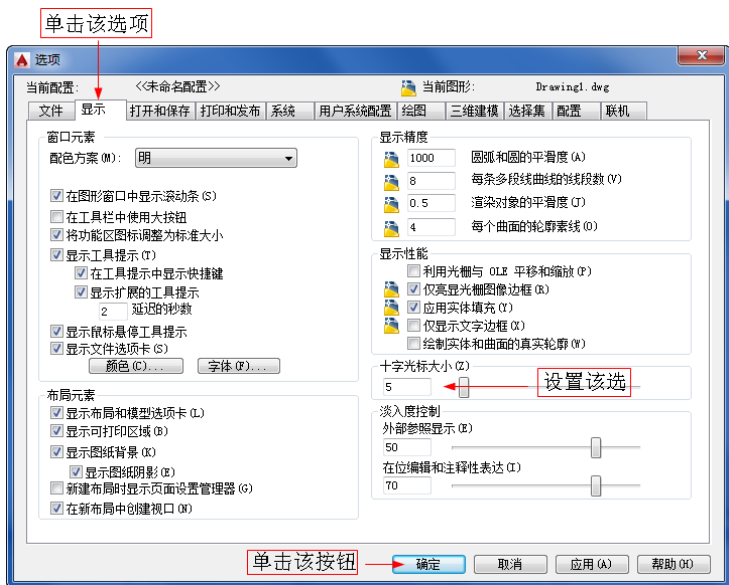
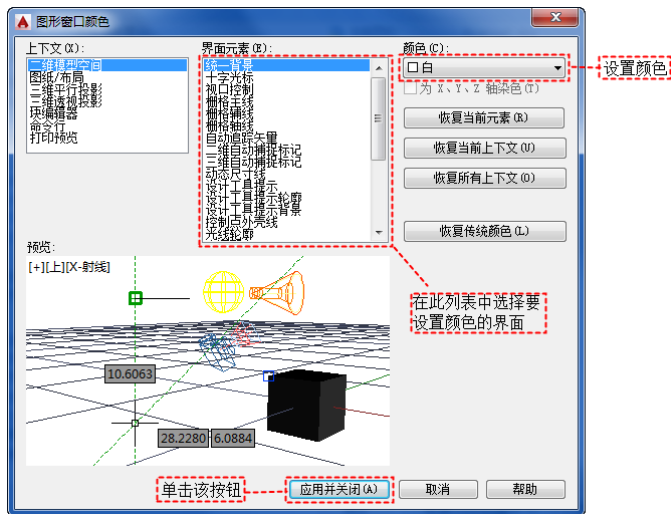

图 1-2 “选项”对话框中的“显示”选项卡
图 1-3 “图形窗口颜色”对话框
在绘图区右键单击，在弹出的右键菜单中选择“选项”命令，弹出“选项”对话框。单击“显示”选项卡，在“十字光标大小”文本框中直接输入数值，或者拖动文本框后的滑块，即可以对十字光标的大小进行调整，如图 1-2 所示。
(1) 在图 1-2 所示的“显示”选项卡中单击“窗口元素”选项组中的“颜色”按钮，弹出如图 1-3 所示的“图形窗口颜色”对话框。
(2) 单击“图形窗口颜色”对话框中“颜色”字样右侧的下拉箭头，在打开的下拉列表中，选择需要的窗口颜色，然后单击“应用并关闭”按钮，此时 AutoCAD 的绘图窗